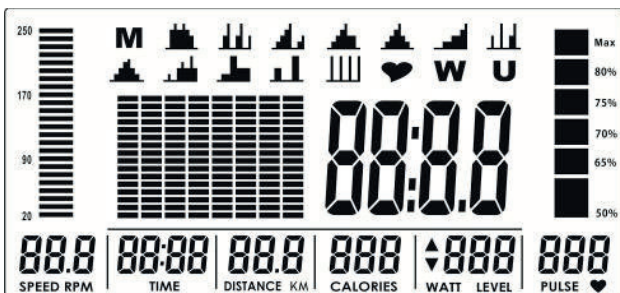

Abbildung 1
1. Stecken Sie den Stecker in die Steckdose, der Computer schaltet sich an und zeigt für zwei Sekunden alle Segmente auf dem LCD Bildschirm (Abb. 1).